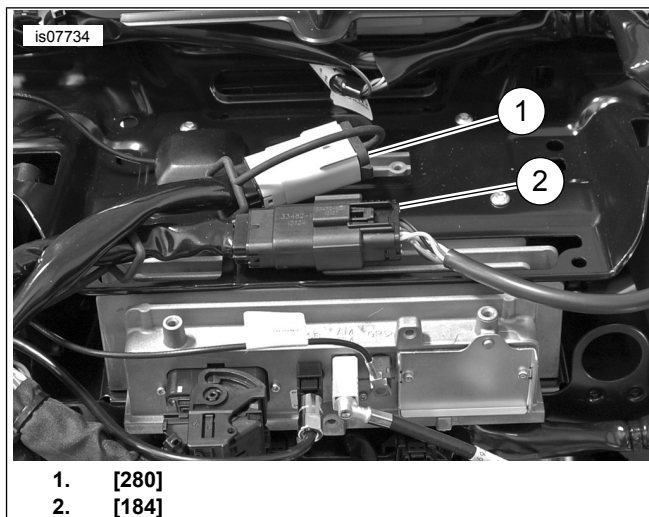

Рисунок 2. [280] и [184]
7. См. рис. 2. Ослабьте крепления для разъемов у разъемов [184] и [280] от опорного кронштейна радиоприемника.